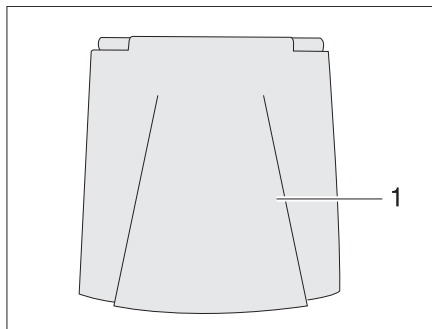

Fig. 32 Tapa de cierre para el tubo de llenado de combustible
- Abrir la tapa de cierre (Fig. 32,1).
- Introducir la llave en el cilindro de cierre (Fig. 32,3) y girar en sentido contrario a las agujas del reloj.